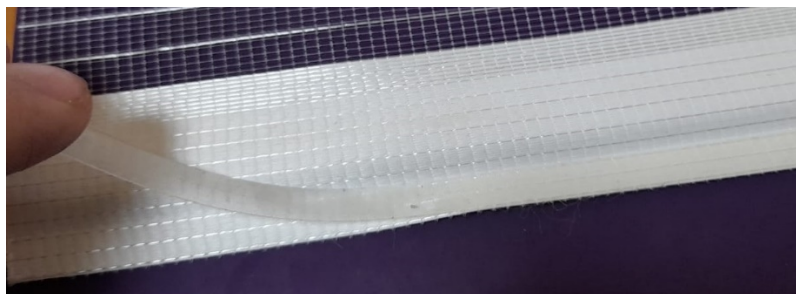

Рис. 4.5
4.4. Наклеить *пластиковую полосу-фиксатор (311083-0000)* на нижний край оборотной стороны ткани (Рис.4.5). Если полоса-фиксатор будет отклеиваться от ткани, допускается использовать степлер.